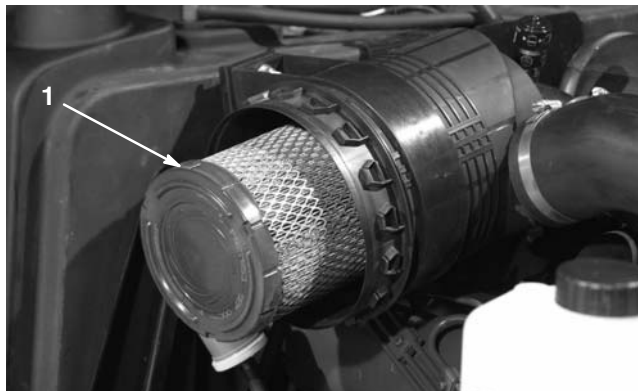
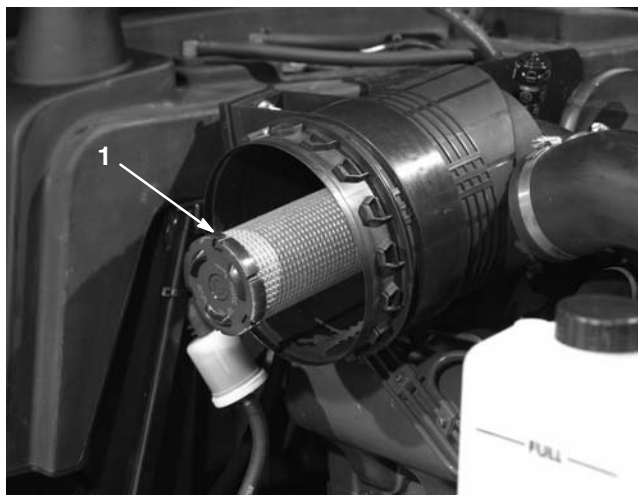

Bild 45
Bild 46
3. Entfernen Sie den Hauptfilter (Bild 45). Sie sollten ein gebrauchtes Element nicht reinigen, da die Gefahr einer Beschädigung des Filtermediums besteht. Prüfen Sie den neuen Filter auf Versandschäden. Prüfen Sie das Dichtungsende des Filters und den Körper. Verwenden Sie nie ein beschädigtes Element. Entfernen Sie den Sicherheitsfilter **nicht** (Bild 46).
Wichtig Versuchen Sie nie, den Sicherheitsfilter zu reinigen (Bild 46). Tauschen Sie den Sicherheitsfilter bei jeder dritten Wartung des Hauptfilters aus.
4. Wechseln Sie den Hauptfilter aus (Bild 45).